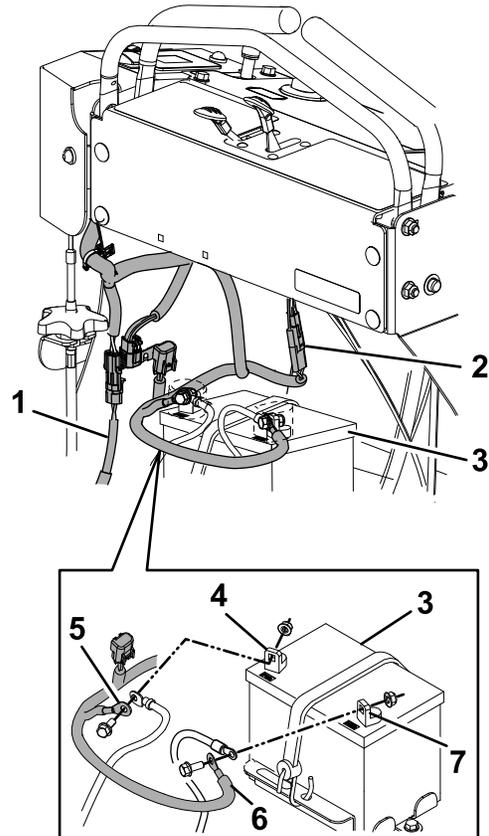

Figure 9
4. Retirez le capuchon du fil d'accessoire sur le faisceau de câblage principal, et branchez-le au faisceau de l'accessoire épandeur, comme montré à la Figure 9.
5. Retirez et conservez l'écrou et le boulon de la borne positive sur la batterie. Installez le câble positif du faisceau d'accessoire (l'avant dernière cosse en anneau – voir Figure 9) et le câble